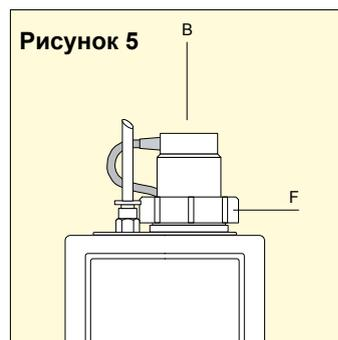

Рисунок 5
Вставьте держатель датчика (B) с новым датчиком в штуцер подачи газа прибора и затяните поджимную гайку (F) – Рисунок 5.